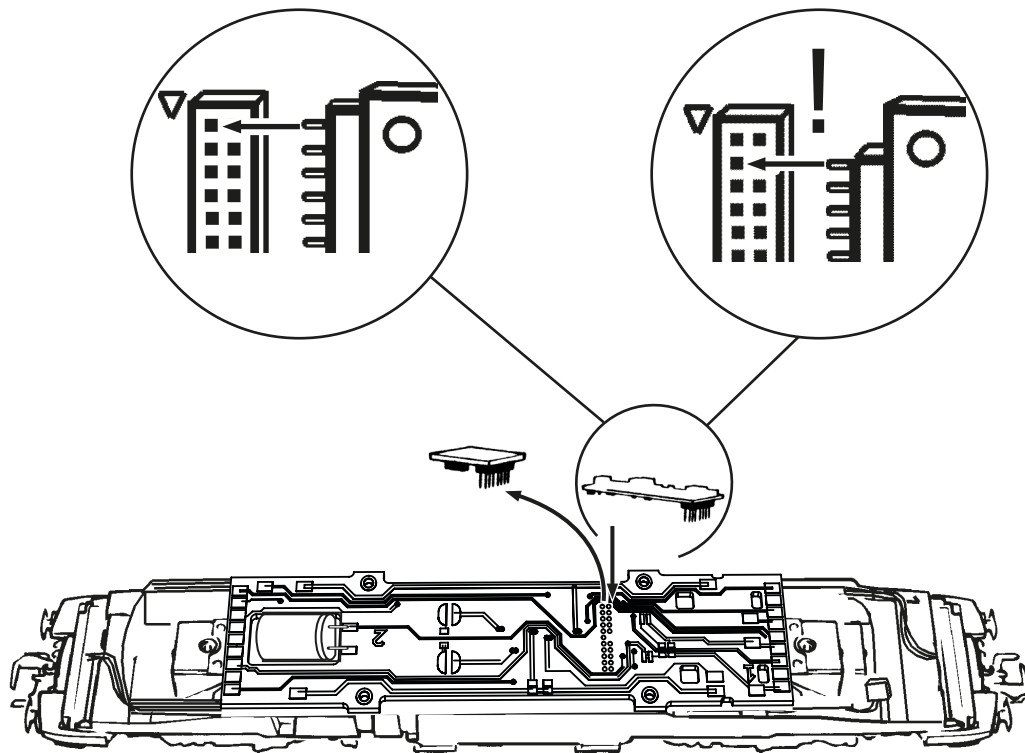
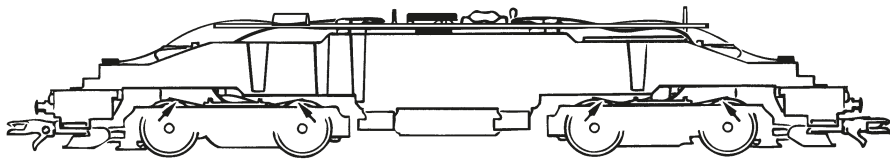

Fig. 7
Fig. 4
2. Schmierung: Versehen Sie die im Schmierplan in Fig. 7 gekennzeichneten Stellen mit nur **kleinen Öltropfen**. Dazu zuerst das Lokgehäuse abnehmen (Fig. 4). Wir empfehlen den **ROCO Öler Art.-Nr. 10906**. Fürs Schmieren der Getriebeteile (Zahnräder, Schnecke) empfehlen wir das **ROCO-Spezialfett Art.-Nr. 10905**. Im Falle der Schmierung diese Teile **nicht ölen**.
Mehrzugbetrieb: Zuerst Lokgehäuse abnehmen (Fig. 4). Danach den Brückenstecker aus der Schnittstelle entfernen (diesen sorgsam aufbewahren). Danach den Stecker des Steuerbausteins lagerichtig einsetzen (siehe Fig. 6).
4. Kohlebürstenwechsel: Lokgehäuse abnehmen (Fig. 4). Danach wird der Motor ausgebaut und die Kohlebürsten ausgewechselt (Fig. 8).
2. Lubrication: Apply **tiny oil drops** to spots marked in fig. 7. Prior to lubrication dismantle locomotive (fig. 4). We recommend using item no. **10906, ROCO oiler**. For lubrication the gearparts (e.g. cogwheels, worm) we would recommend our ROCO **special grease** (item no. **10905**).
4. Carbon Brush Changing: First remove loco body (fig. 4), and then the motor (fig. 8).
Verwijder natuurlijk eerst het loc-huis (Fig 4).
2. Het smeren: Op de aangegeven punten slechts een enkel oliedruppeltje (Fig. 7) Daartoe wel eerst het lochuis verwijderen (fig. 4). Wij adviseren **Roco-smeerolie art. 10906**. Voor het smeren van de aandrijving (tandwielen, wormwielen, etc.) adviseren wij **Roco-smeervet art. 10905**. Let op. Geen olie gebruiken waar smeervet zit.
Lok -cap verwijderen (voir fig. 4). Daarna tilt u de motor eruit en kuunt u de borstels vervangen (fig. 8).
2. Graissage: N'appliquez **qu'une tout petite goutte** aux endroits indiqués par le plan de graissage (fig. 7) après avoir démonté la caisse de la locomotive (fig. 4). Nous vous recommandons **le graisseur à huile ROCO réf. 10906**. Pour graisser les engrenages (roues dentées, vis sans fin) nous vous conseillons la **graisse spéciale ROCO réf. 10905** pour engrenages en matières synthétiques. Lorsque vous utilisez cette graisse il faut éviter d'huiler ces composants.
4. Remplacement des balais du moteur: Démontez la caisse (voir fig. 4). Démontez ensuite le moteur et échangez le balais (fig. 8).